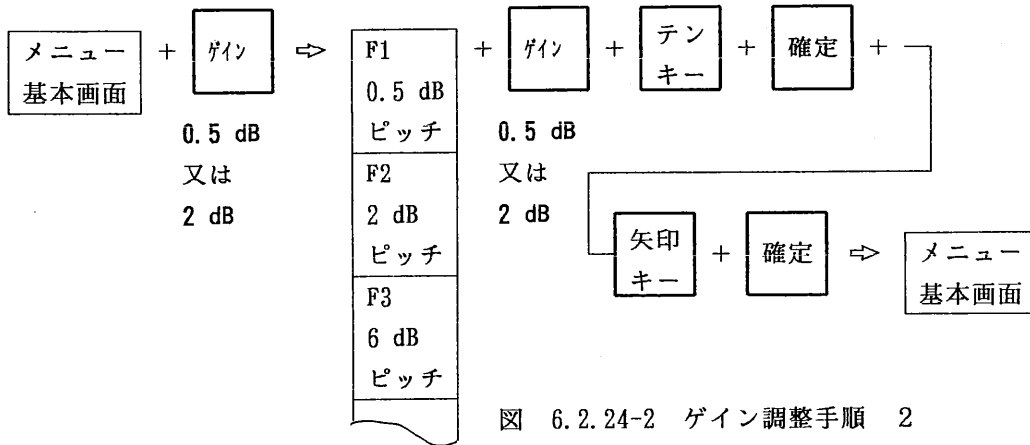

図 6.2.24-2 ゲイン調整手順 2
① 機能キー〔ゲイン・0.5 dB〕を1回押すと、図 6.2.24-3 のように押した機能キーに